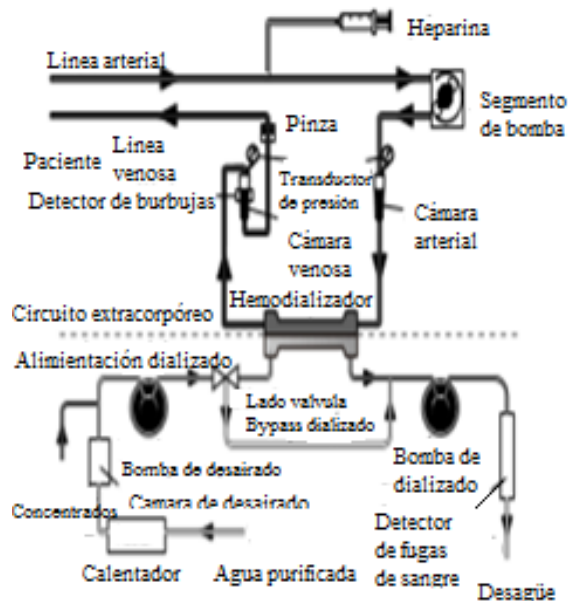

Figura 2
- (1) Verificar si el hemodializador está dañado o no, si el empaque externo está completo o no.
- (2) Verificar la fecha de validación y especificación.
- (3) Operar en principio estéril.
- (4) El orden de ensamblaje de las líneas de acuerdo con el flujo cíclico de sangre externo e instalar.
- (5) Solo ensamblar para ser usado con máquinas hemodializadoras que puedan monitorear la hiperfiltración. El conector del lado del líquido dializante debe ser estándar. El diagrama convencional de una conexión típica se muestra en la figura 2.